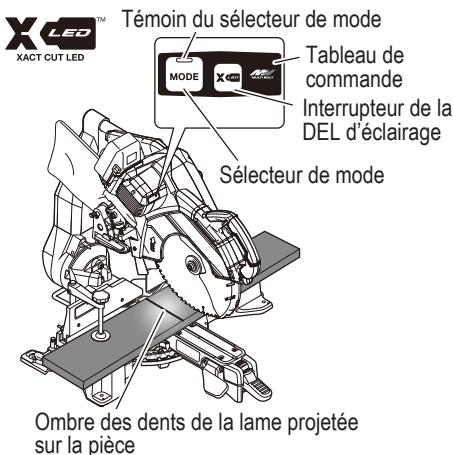

Fig. 28
**14. Système d'éclairage DEL (Fig. 28) [XACT CUT LED™]****△ PRÉCAUTION**